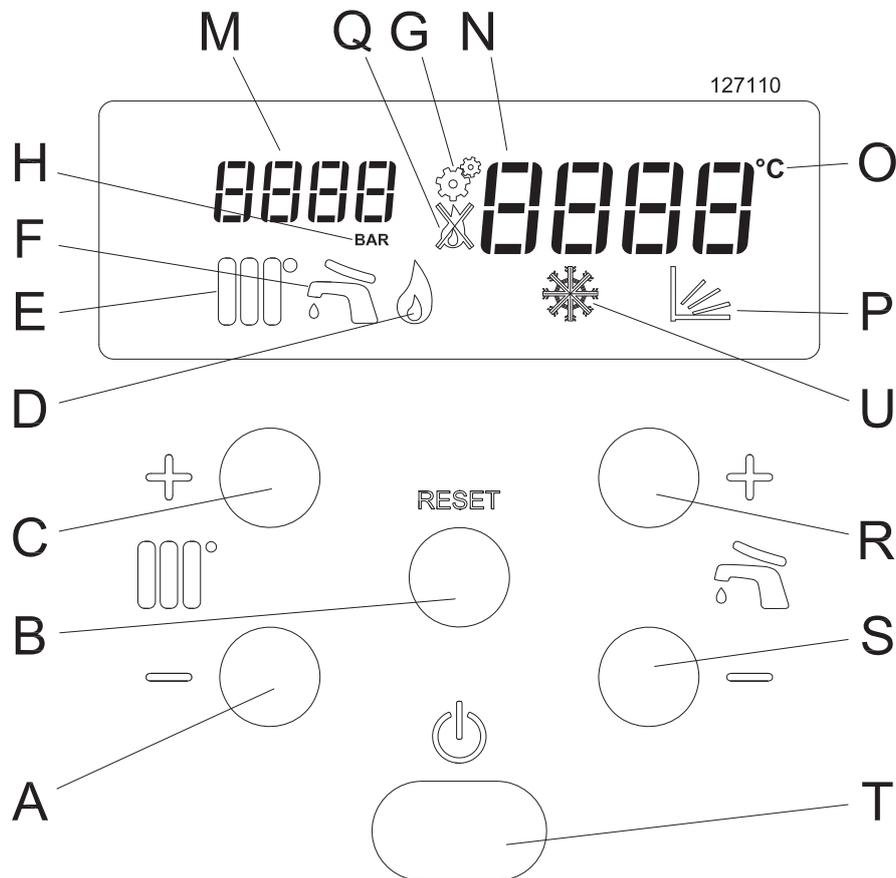

Figura 7-1 - Quadro comandi
LEGENDA FIGURA 7-1
Se la pressione all'interno del circuito del riscaldamento scende al di sotto di 0,8 bar, il visore "N" di figura 7-1,
- 2.- controllare la pressione sul visore "M" di Figura 7-1, deve raggiungere la pressione di 1,5 bar (l'indicazione **F I L L** deve scomparire);
esegue agendo sui tasti e . Premuto uno dei due tasti, il visore "N" di figura 7-1, comincia a lampeggiare e a mostrare la temperatura che si sta impostando. Il campo di regolazione entro il quale si può regolare la temperatura del
anche sotto 40°C, comparirà la scritta **OFF** ad indicare lo spegnimento del servizio sanitario, evidenziato anche dallo spegnimento dell'icona "F" di cui in figura 7-1.